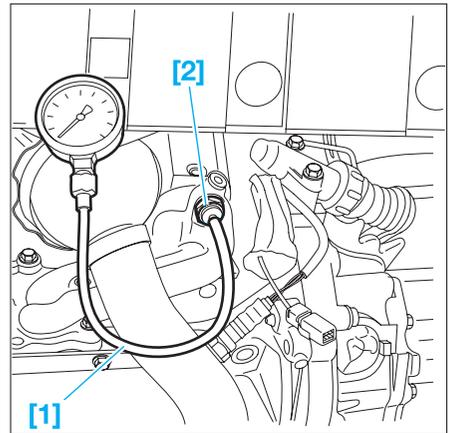

FIG. 23
- Pour le contrôle de la pression d'huile, brancher un manomètre [1] (coffret ref. 4103-T), muni d'un adaptateur [2], en lieu et place du manométrique (Fig.23).